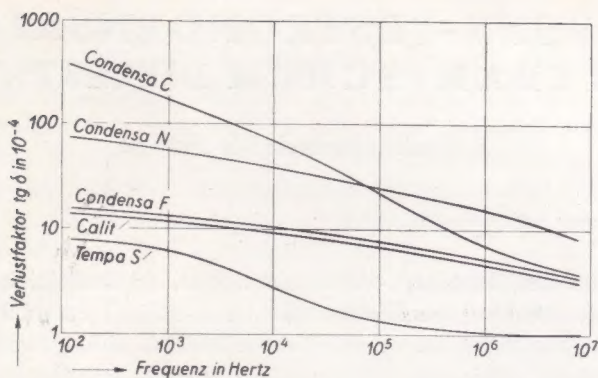

Abbildung 1
**FREQUENZABHÄNGIGKEIT DES VERLUSTFAKTORS.** Wie die in Abb. 1 dargestellten Meßergebnisse erkennen lassen, sind die Verlustfaktoren unserer keramischen Rundfunk-Kondensatoren, namentlich solcher aus Calit, Tempa S und Condensa F, im eigentlichen Hochfrequenzbereich nur sehr wenig frequenzabhängig.